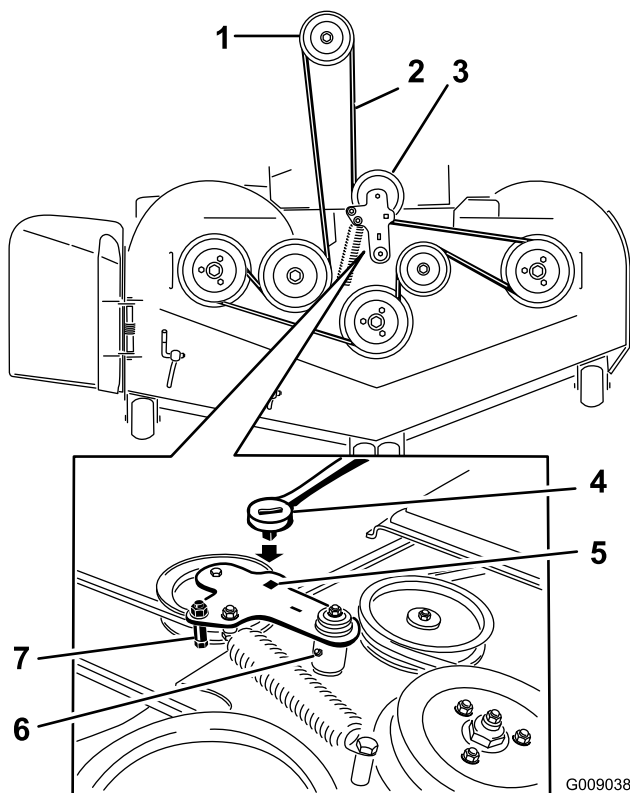
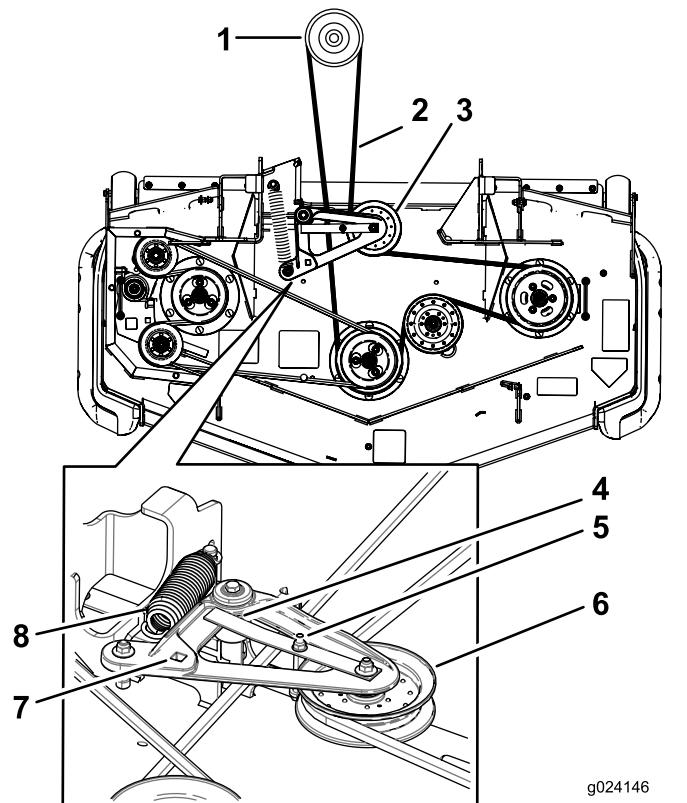

Figura 121
Figura 122
5. Levante la chapa de suelo e introduzca una llave dinamométrica en el taladro cuadrado del brazo tensor de la carcasa (Figura 121 o Figura 122).
6. Gire el brazo tensor de la carcasa en sentido horario, levante la pestaña de la guía de la correa (máquinas de descarga trasera solamente), y retire la correa del cortacésped (Figura 121 o Figura 122).